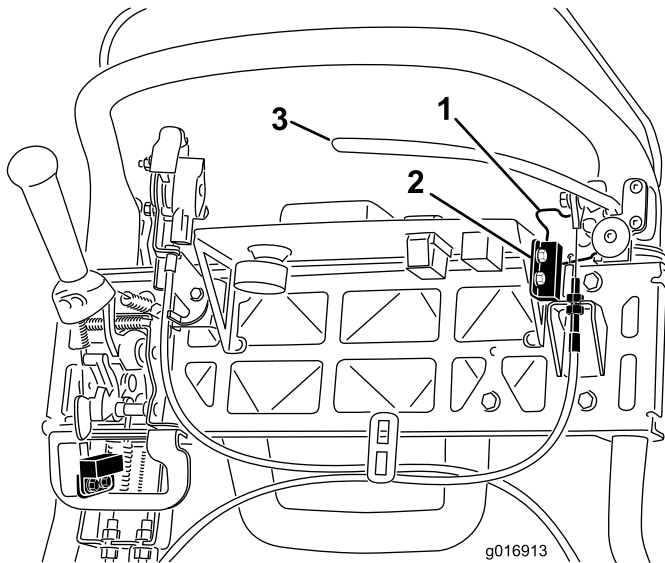

Figura 40
4. Allentate i dispositivi di fissaggio del microinterruttore (Figura 40).
5. Inserite uno spessore di 1,6 mm fra il fermo del freno di stazionamento ed il microinterruttore (Figura 40).
4. Per aumentare la tensione del cavo, allentate il controdado del cavo superiore e serrate il controdado del cavo inferiore (Figura 40) finché non occorre applicare una forza di 156 N sulla stegola della leva del freno per rilasciare il fermo del freno di stazionamento. Non regolate eccessivamente, perché la cinghia del freno potrebbe opporre resistenza.